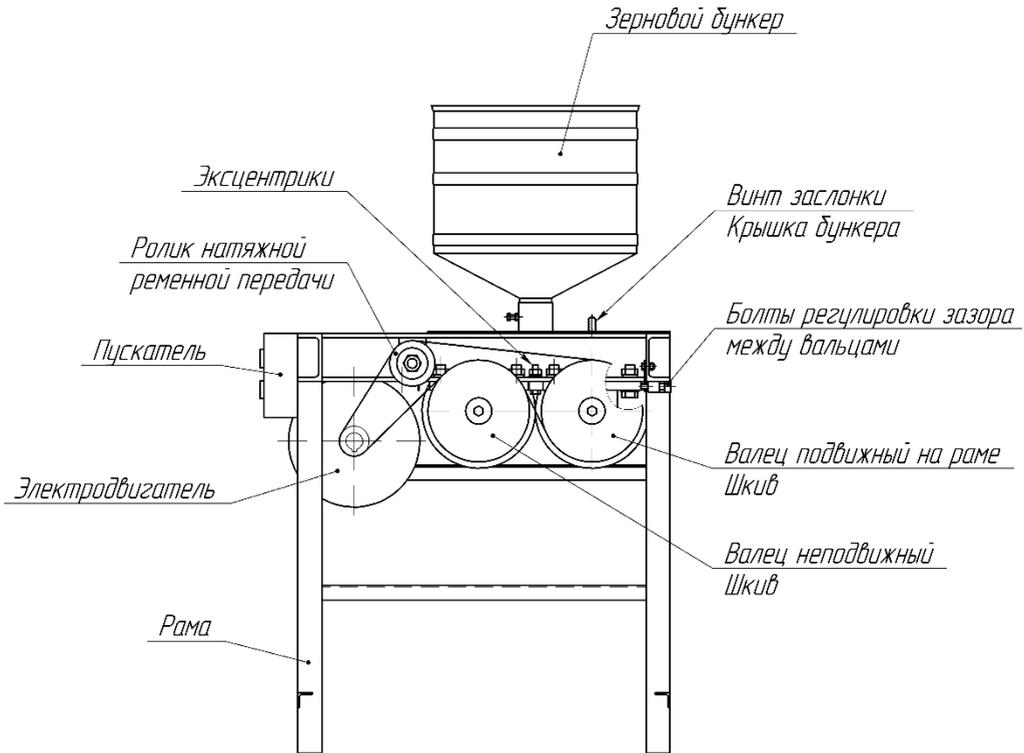

Рис.1 Устройство изделия
5.1 Изделие (см.рис.1) состоит из рамы, зернового бункера, магнитного бункера, электродвигателя, двух валцов, ременной передачи и пускателя. На раме установлены два вращающихся вальца. Крутящий момент от электродвигателя через поликлиновой ремень передается на плоские шкивы валцов.
6.3 Проверить щупом зазор между вальцами. Изделие настроено на зазор между вальцами 0,5-0,7 мм! За счет изменения зазора между вальцами можно получать различную фракцию конечного продукта. Регулировку зазора проводить согласно п. 9.2, рис. 1.
9.2.2 Отвернуть болты крепления крышки бункера, открыть крышку (рис.1).
9.2.3 Ослабить затяжку болтов крепления подвижного вальца на раме и болтов регулировки зазора между вальцами с двух сторон (рис.1). Выставить при помощи щупа требуемый зазор между вальцами (параллельно по всей длине вальцов).
9.2.5 Закрыть и закрепить болтами крышку бункера (рис. 1).